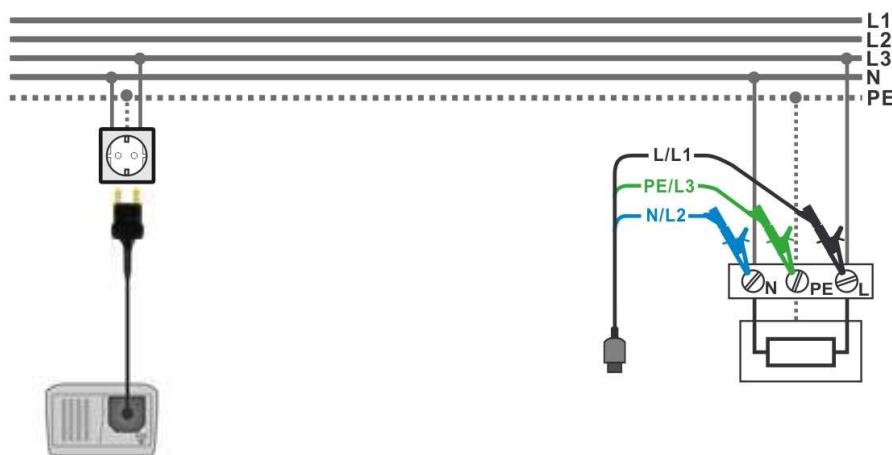

Figura 5.24: Collegamento con Lead Test o 3 fili puntale
- ☐ **Collegare** puntali al punto da testare (vedi figura 5.24 e 5.17).